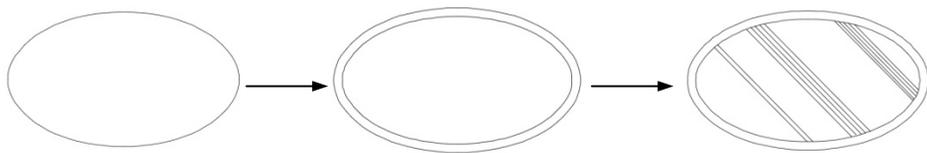

图 2-36 绘制茶几
本实例利用“椭圆”命令绘制茶几, 其绘制流程如图 2-36 所示。
(3) 单击“默认”选项卡“绘图”面板中的“直线”按钮, 取适当的尺寸(这里长度可以自行指定, 不必跟实例完全一样), 在茶几内部绘制多条斜向的直线。最终结果如图 2-36 所示。